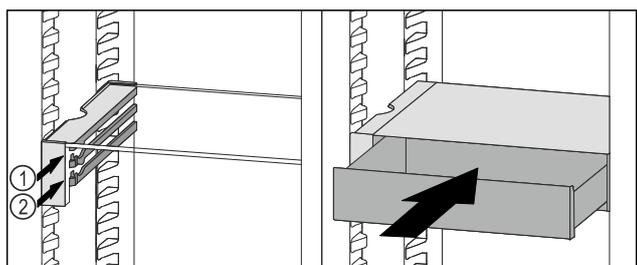

Fig. 89
- ▶ Zásuvku VarioSafe nasadíte za záružkami na požadovanom rebre Fig. 89 (1) alebo Fig. 89 (2).